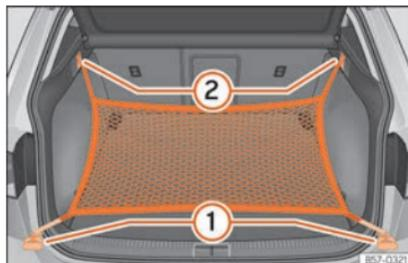

Fig. 134 Na bagageira: argolas ① e ganchos ② para fixar o saco de rede.
- Fixe os ganchos curtos da rede nas argolas de fixação »»» Fig. 134 ① »»» ⚠. O fecho de correr do saco deve ficar voltado para cima.
- Fixe as fitas nos ganchos para prender sacos ②.